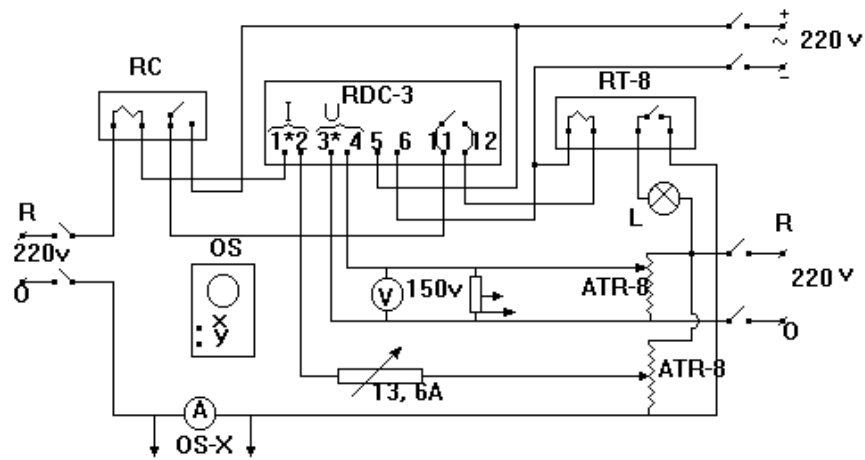

fig. 7
5.6. Se realizeaza schema de protectie a unui transformator (ATR-8), (fig.7). Se constata ca la coborarea tensiunii transformatorului, cand avem un transfer de energie de la retea la transformator protectia nu actioneaza. Dimpotriva, la cresterea tensiunii autotransformatorului, cand energia circula de la autotransformator la retea, protectia actioneaza (se aprinde lampa rosie).